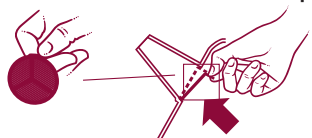

рис.3
- Установить фильтр на место. Для этого повернуть верхним язычком внутрь чайника и опустить вначале нижний край. Затем нажимать в направлении разливочного носика до тех пор, пока фильтр не будет заблокирован (рис.3).
- Фильтр можно снять и промыть (**рис. 2** и **рис. 3**).